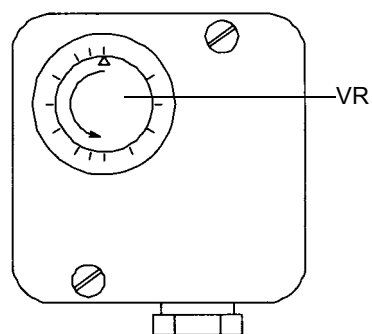

Рис. 30
- Медленно поворачивайте регулировочное кольцо VR (Рис. 30) по часовой стрелке до останова горелки.